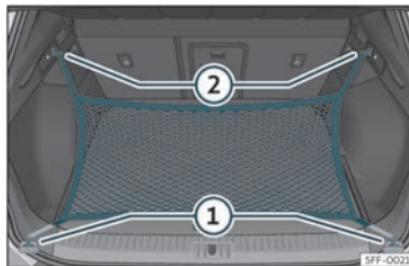

Fig. 117 Dans le coffre à bagages : œillets ① et crochets ② pour accrocher le sac pour filet.
- Fixez les crochets courts du filet aux œillets d'amarrage »» **fig. 117** ① »» . La fermeture à glissière du sac doit rester vers le haut.
- Fixez les rubans aux crochets pour accrocher des sacs ②.